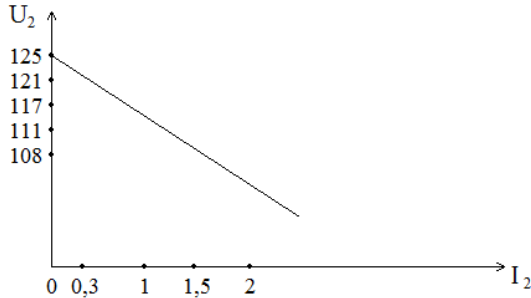

Рис. 5 Пример внешней характеристики автотрансформатора
- По результатам показаний построить внешнюю характеристику автотрансформатора (пример представлен на рис. 5):